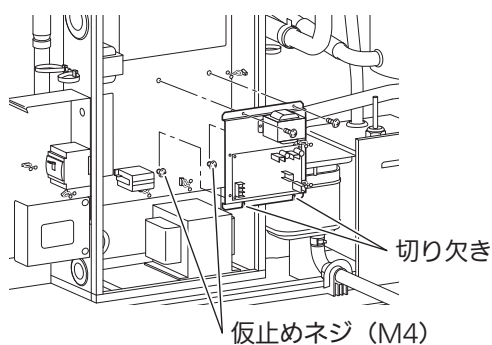
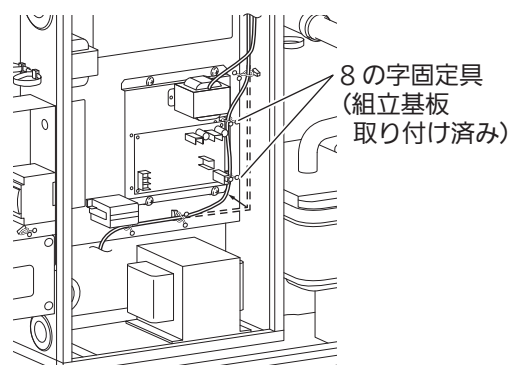

図 4
図 5
- ① M4 ネジ (2 本、付属品) を図 4 の GHP 電装ボックス仮止めネジの位置に仮止めしてください。
- ② 組立基板下側の切り欠き 2 ヶ所に仮止めしたネジを通し位置を合わせ、上側の 2 ヶ所の穴を M4 ネジ (付属品) で固定してください。この時に電装ボックス内部にある配線を挟みこまないようにしてください。
- ③ ①で仮止めしたネジ (2 ヶ所) を本締めしてください。
- ④ 組立基板の右側を通る配線が基板に接触しないように組立基板右側についている 8 の字固定具の中を通し、固定してください。(図 5) (配線を通すために無理に引いたりすると断線の原因になりますので、ご注意ください)